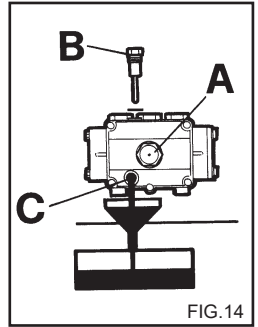

FIG. 14
2) Отвинтите пробку с щупом контроля уровня (fig. 14).